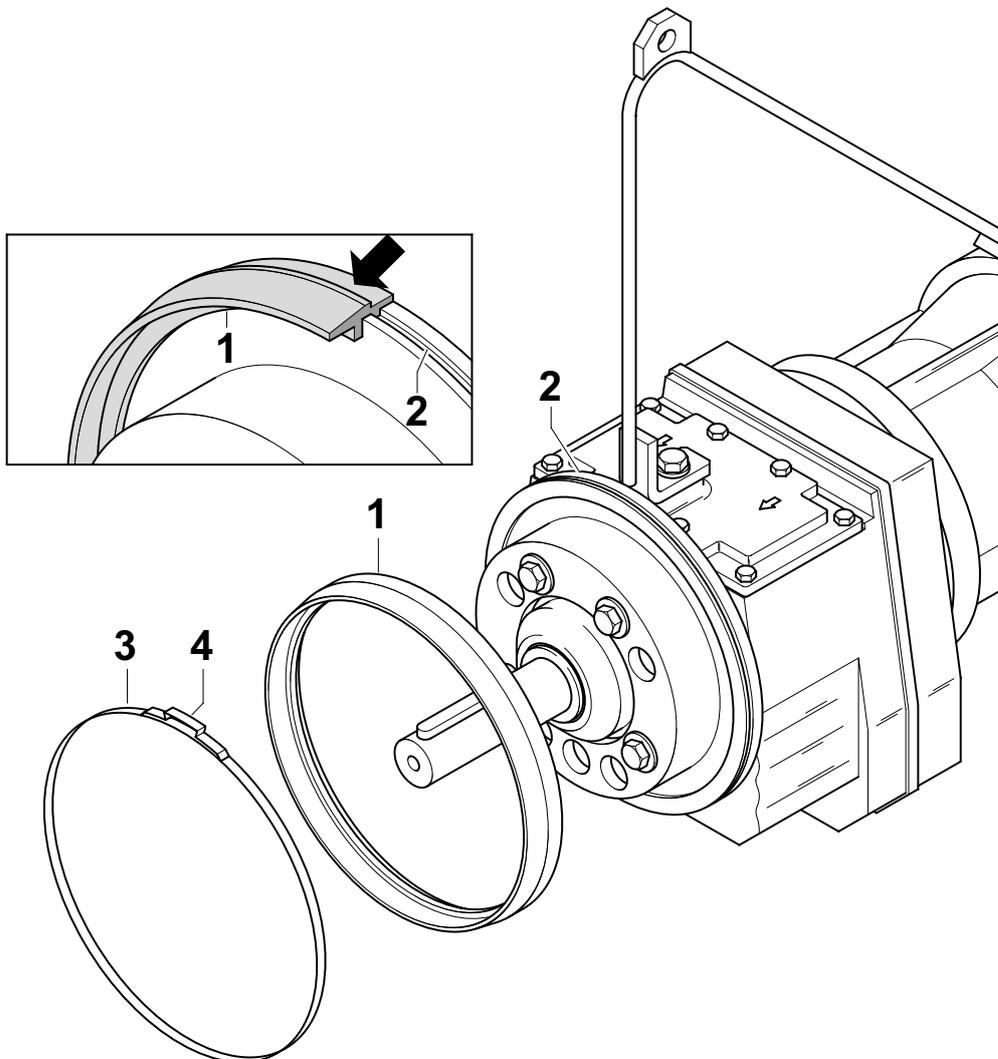

Fig. 19 Montaggio/smontaggio dell'anello Solids Deflection Ring
**AVVERTENZA** Nella fig. 19 è rappresentata la sostituzione dell'anello SD in un motore RW. Con gli acceleratori di flusso la situazione di montaggio è uguale.
- Per il montaggio, l'anello SD (19/1) dev'essere "calzato" manualmente, secondo fig. 19, su tutta la circonferenza e spinto nella scanalatura del coperchio motore (19/2).